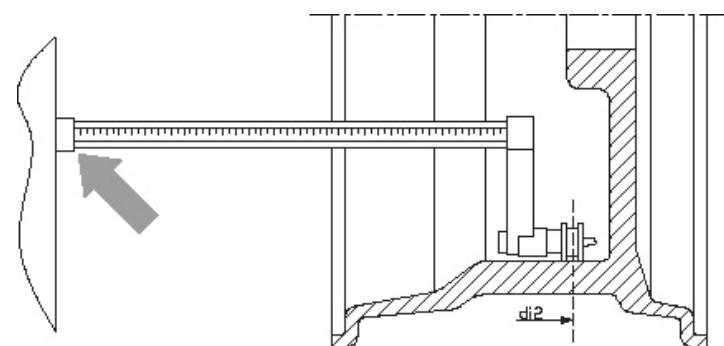

Figura F3.5 - Medição manual da distância externa do aro sob modos ALS1 e ALS2
- 6) Puxe a régua de distância para a posição do bloco de equilíbrio fora do aro, conforme mostrado na Figura F3.5;